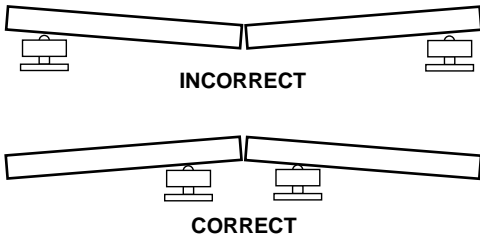

Figure 6 – Positionner les porte-tubes de manière à ce que le disque de tronçonneuse ne soit pas pincé par le tuyau
1. Comme indiqué à la *Figure 6*, la tronçonneuse et les porte-tubes doivent être positionnés de manière à ce que les deux parties du tuyau aient tendance à tomber à l'opposé du disque de tronçonneuse lorsque le tuyau est sectionné. Le disque de tronçonneuse sera endommagé s'il est pincé par le tuyau.